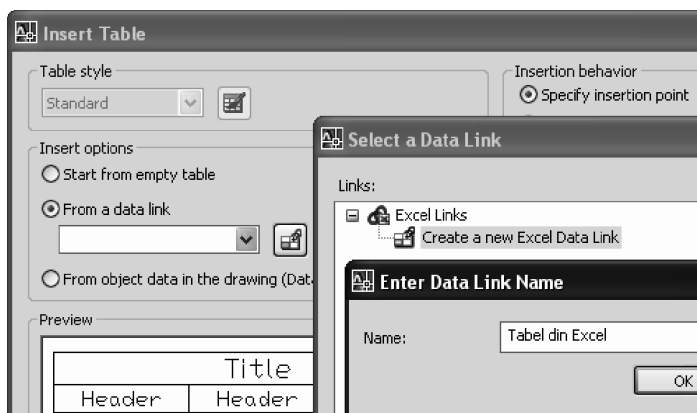

Fig. 6.49 Importul unui tabel din Microsoft Excel
3. Se apasă butonul alăturat [...], pentru a lansa **Data Link Manager** – vezi Fig.6.49.